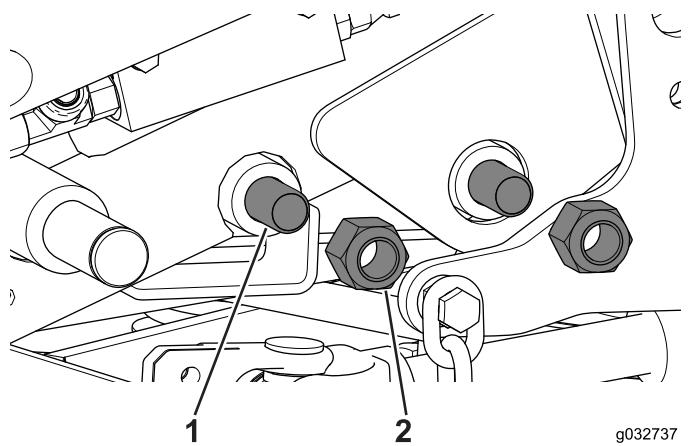

図 58
7. 夏用フレームを機体フレームに固定しているロックナットとボルトを外す **図 57**と**図 58**。